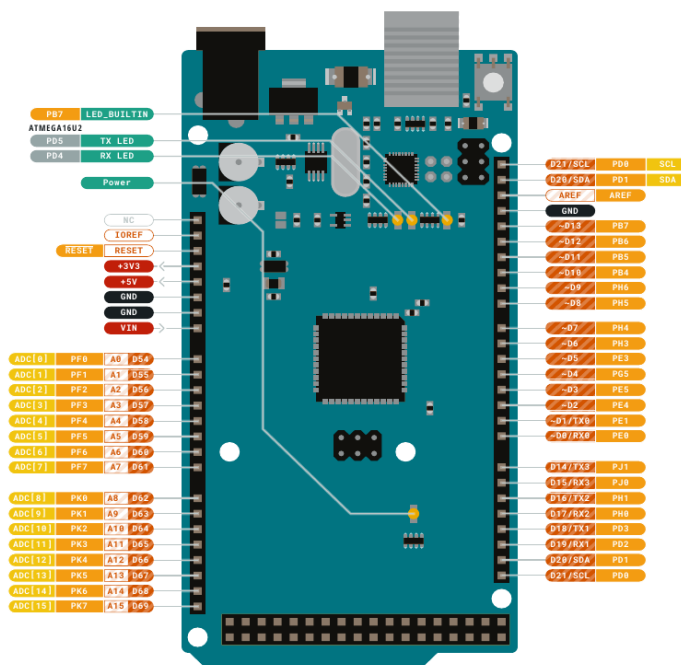

Figura 1: Diagrama de pines placa Arduino Mega 2560 R3.
Lo primero de todo es identificar los diferentes conectores y elementos de la placa mostrada en la Figura 1.
- LEDs integrados: En la esquina superior izquierda de la Figura 1 aparecen marcados en verde cuatro LEDs: